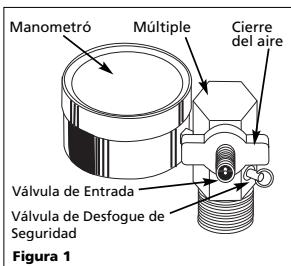

Figura 1
- Conecte el mandril de la fuente de suministro de aire a la válvula de entrada ubicada al lado del múltiple de broce (Vea la Figura 1). Llene el tanque hasta alcanzar una presión máxima de 8,62 bar indicada por el manómetro. La válvula de seguridad está fijada a una presión de 9,31 bar para evitar que se llene el tanque excesivamente.